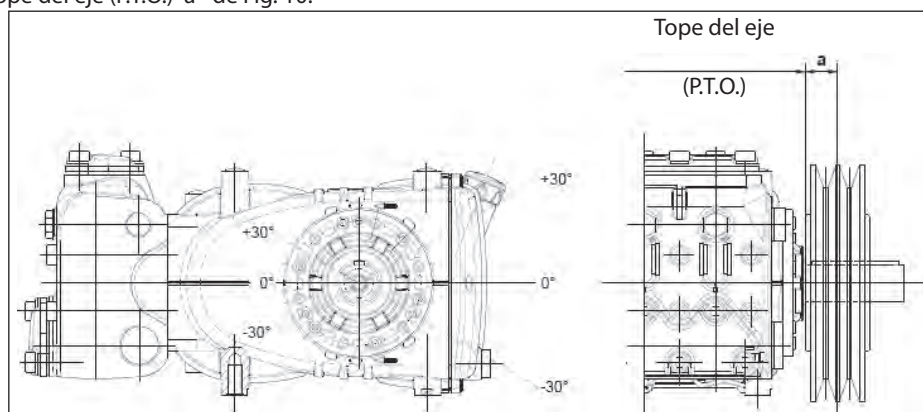

Fig. 10
La carga radial sobre el eje no debe ser superior a 3000 N (valor necesario para definir el Layout). La transmisión es considerada adecuada si tal carga es aplicada a una distancia máxima  $a = 30$  mm del tope del eje (P.T.O) como se indica en la Fig. 10.
- b) Utilizar correas de alto rendimiento – por ejemplo **XPB** en lugar de **SPB** – ya que resultará necesario una cantidad inferior de correas en paridad de potencia transmitida y una consecuente distancia inferior de la resultante con respecto al tope del eje (P.T.O.) "a" de Fig. 10.
- e) Seguir la dirección del tiro de la correa como se indica en la Fig. 10 para exigencias diferentes ponerse en contacto con la **Oficina Técnica** o el **Servicio de Asistencia al Cliente**.